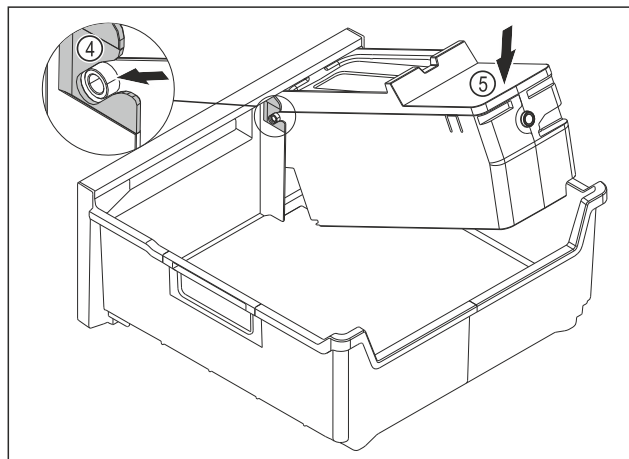

Fig. 148
- ▶ 安装 EasyTwist-Ice 机身：将 EasyTwist-Ice 机身的轴推入到导向装置 Fig. 148 (4)中。
- ▶ 朝下按压 EasyTwist-Ice 机身 Fig. 148 (5)后部。